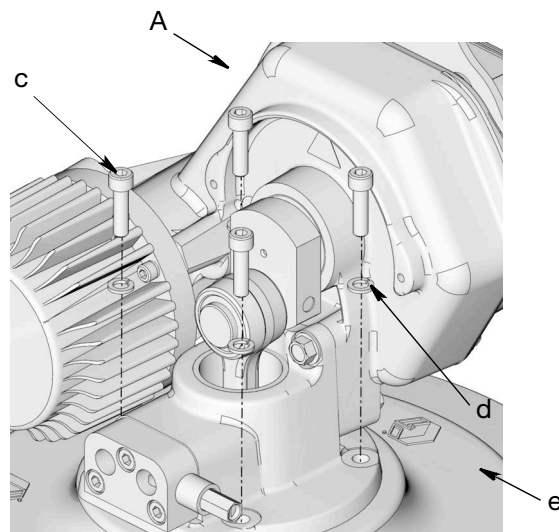

Рис. 4
4. Выкрутите болты (c), снимите шайбы (d), которыми крепится насос Dyna-Star (A) к крышке (e), и снимите насос с крышки (Рис. 4). Сохраните эти компоненты для последующей сборки.